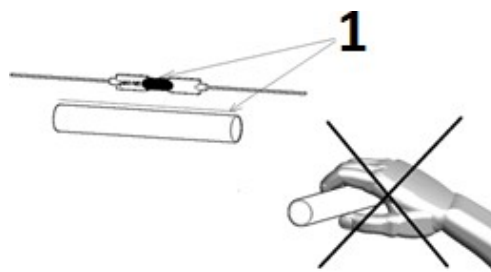

Рисунок 13: Очищення поверхні УФ-лампи та кварцового скла.
- Вставте УФ-лампу (1) в УФ-реактор. Лампа постачається виробником у комплекті з усіма необхідними компонентами, і вам потрібно лише обережно вставити її в кварцове скло (1). Процедура заміни УФ-лампи описана в розділі 12.1. Лампа разом із USB-ключем постачається в захисному футлярі. Під час роботи з УФ-лампю або кварцовим склом носіть чисті бавовняні рукавички. Не торкайтеся їх поверхні голими руками! Якщо поверхня забруднена, очистіть її спиртом за допомогою чистої бавовняної тканини або паперової вати. Ситуація проілюстрована на рис. 13.